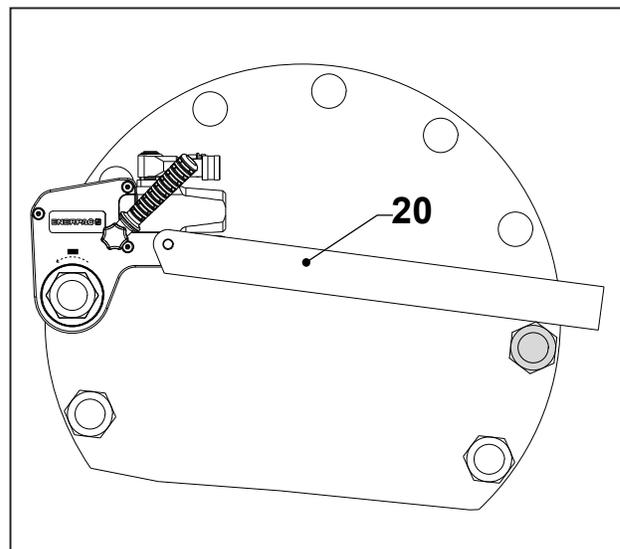
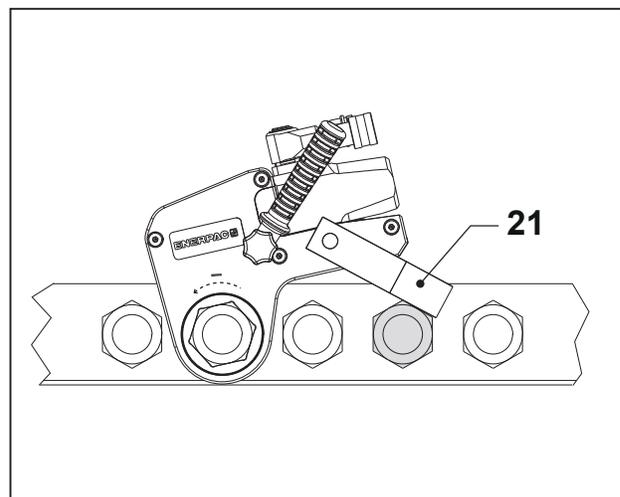

Fig. 13
Fig. 14
4.3.4 Utilisation d'une rallonge de bras de réaction (fig. 13)
- Placer la rallonge de bras de réaction WTE (20) contre un point de réaction approprié. Ce point de réaction offrira un contrepoint à la force produite par l'utilisation de l'outil.
4.3.5 Utilisation d'une palette de réaction (fig. 14)
- Placer la palette de réaction WRP (21) contre un point de réaction approprié. Ce point de réaction offrira un contrepoint à la force produite par l'utilisation de l'outil.
Voir composants du raccord tournant sur les fig. 14 et 17